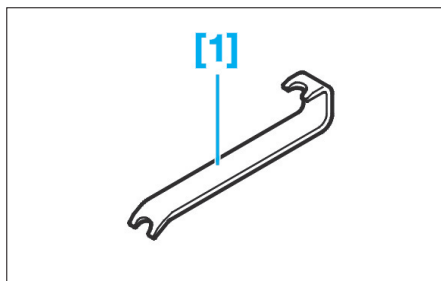

FIG. 2
- [1]. Levier de désaccouplement (réf : 999 7077) (Fig.2).